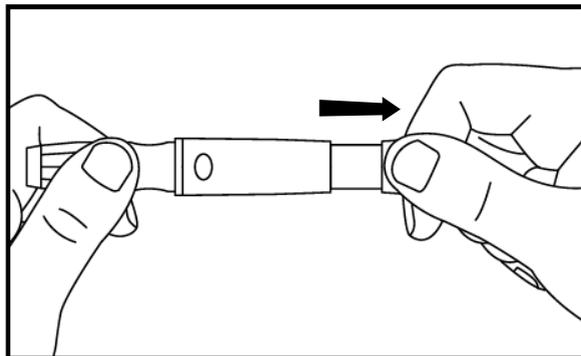

Abb. 27
Schritt 6: Ziehen Sie den Spannzylinder zurück, um die Stechhilfe einzustellen. Möglicherweise ist ein Klicken zu hören. Das Gerät ist nun geladen und bereit für die Entnahme eines Tropfens Blut von der Fingerspitze. (Siehe Abb. 27)